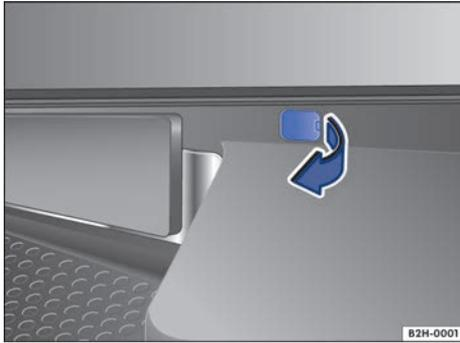

Fig. 154 Tapa en el paragolpes.
El tornillo para bajar la rueda de auxilio se encuentra, en función de la versión del modelo, en el paragolpes detrás de una tapa \Rightarrow fig. 154 o en el lado derecho junto al soporte de la patente.
- Retire la tapa haciendo palanca con la punta plana del destornillador \Rightarrow fig. 152  en el sentido de la flecha \Rightarrow fig. 154.